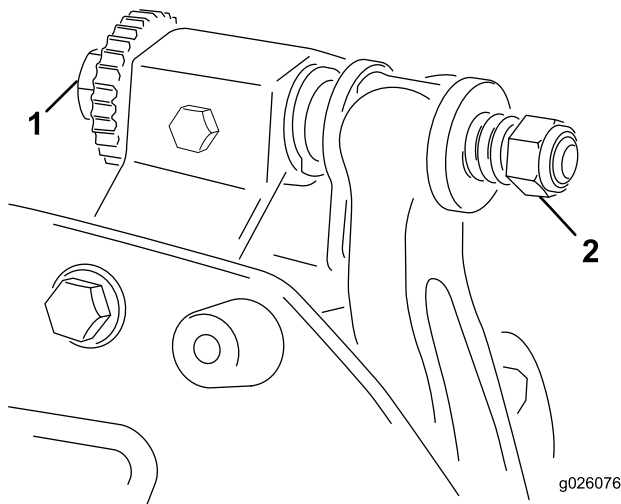

Bild 10
2. Kippen Sie das Mähwerk, um das Untermesser und die Spindel zugänglich zu machen. **Stellen Sie sicher, dass die Muttern hinten an den Einstellschrauben des Untermesserträgers nicht auf der Arbeitsfläche aufliegen (Bild 10).**